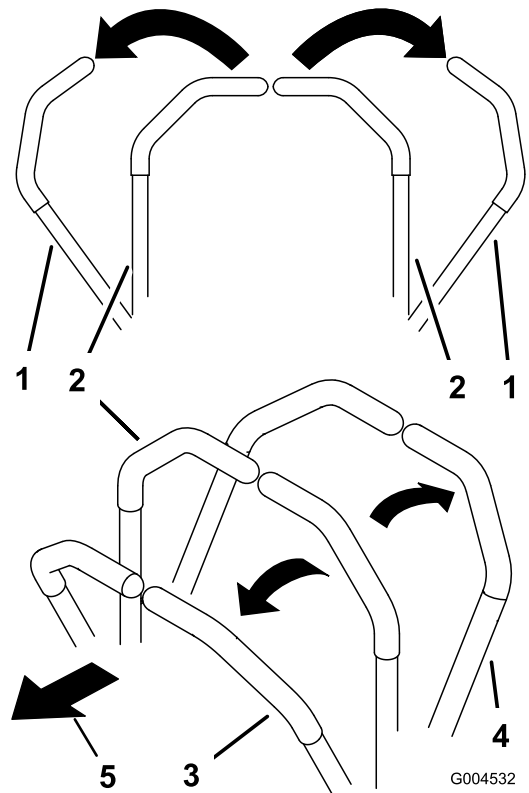

図 19
1. コントロールハンドルをニュートラルロック位置にセットする 図 19。